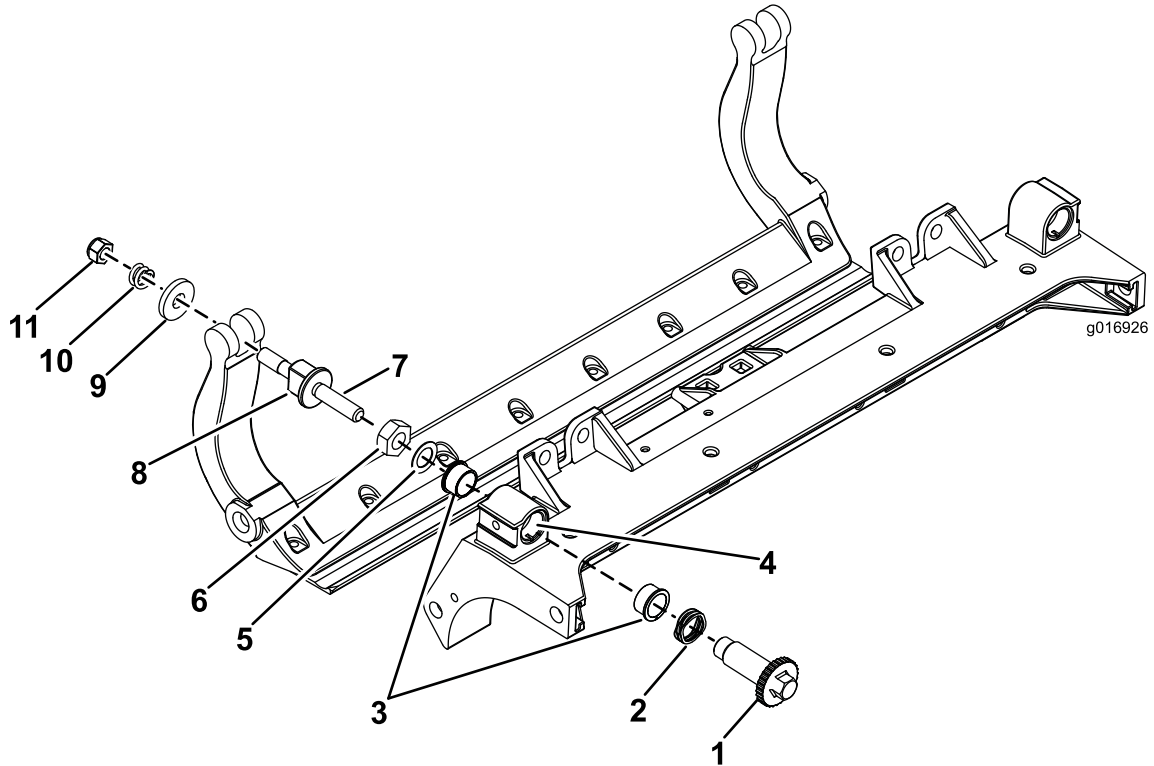

Figura 34
1. Rimuovete tutti i componenti (fate riferimento alle *Istruzioni per l'installazione* del kit DPA HD (Modello N. 120-7230) e a Figura 34).
2. Applicate del lubrificante antigrippaggio all'interno dell'elemento in cui vanno montate le boccole, sul telaio portante dell'apparato di taglio (Figura 34).
3. Allineate le chiavette sulle boccole flangiate alle scanalature sul telaio e montate le boccole (Figura 34).
4. Montate una rondella ondulata sull'albero del dispositivo di regolazione e inserite l'albero all'interno delle boccole flangiate sul telaio dell'apparato di taglio (Figura 34).
5. Fissate l'albero del dispositivo di regolazione con una rondella piana e un dado di bloccaggio (Figura 34). Serrate il dado di bloccaggio a una coppia di 20-27 N·m.
Nota: Collocate una rondella in nylon su ciascun lato della flangia di estremità della piastra laterale. Posizionate una rondella in acciaio all'esterno di ciascuna rondella in nylon (Figura 34).